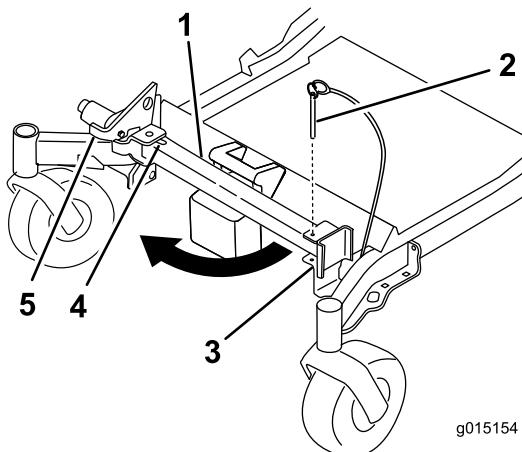
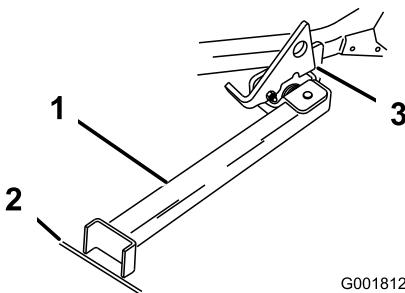

Figura 39
Figura 40
2. Retire el pasador del soporte (Figura 39).
3. Levante el enganche. Gire el pie del soporte hacia adelante, y deslice el soporte hacia la máquina, hasta que encaje en la parte de abajo de la ranura (Figura 39 y Figura 40).
4. Ponga el pie del soporte en el suelo con el enganche descansando sobre la pestaña de giro (Figura 40).
6. Conduzca la máquina sobre el soporte. Pare cuando el enganche caiga por encima de la pestaña a la posición bloqueada (Figura 40). Una vez que esté sobre el soporte, ponga el freno de estacionamiento y apague el motor.
5. Ponga el soporte de nuevo en su posición de descanso (Figura 39).